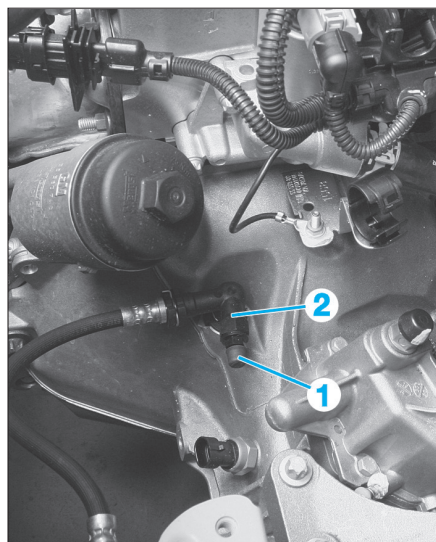

Fig. 14
- Retirer le bouchon (1) du purgeur (2) et le raccorder avec la canalisation correspondante sous pression de l'appareil (purgé par le bas) (Fig.14).